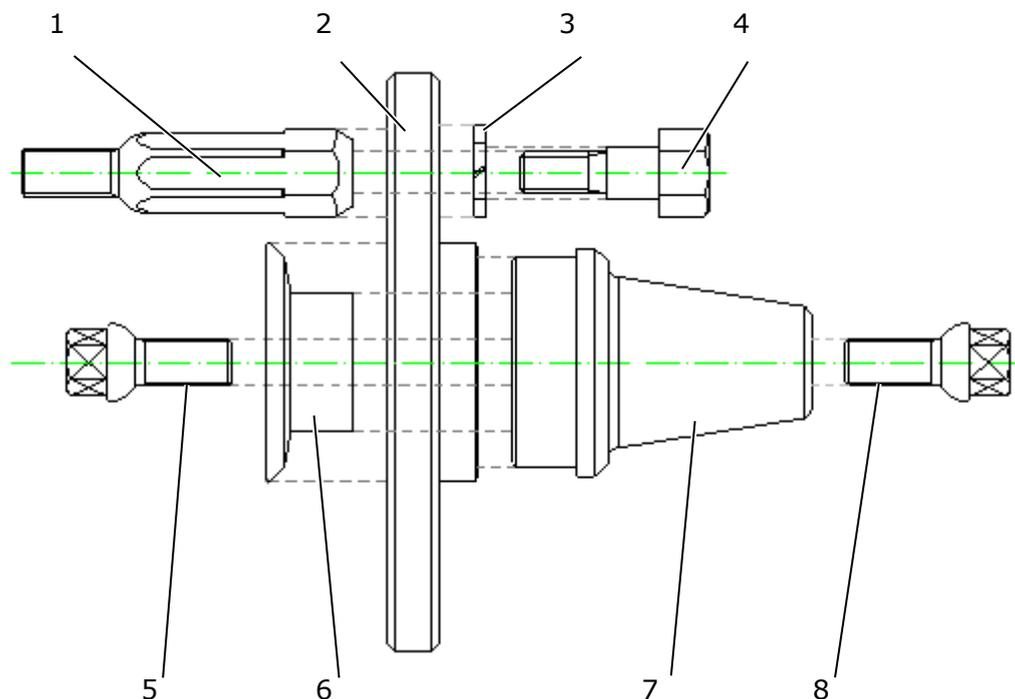

Figure 20 : adaptateur de jante démontable
4. Passer les vis de raccordement [3] avec les rondelles-ressorts [2] dans l'adaptateur de jante et dans l'adaptateur de filetage [1, Fig. 20] et serrer avec 120 Nm.